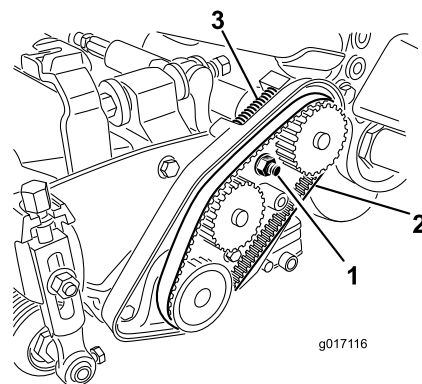

Figura 45
- A. Afloje la tuerca de montaje del alojamiento del cojinete (Figura 45)
- C. Limpie los residuos del interior del compartimento de la correa y de alrededor del muelle de compresión (Figura 45).